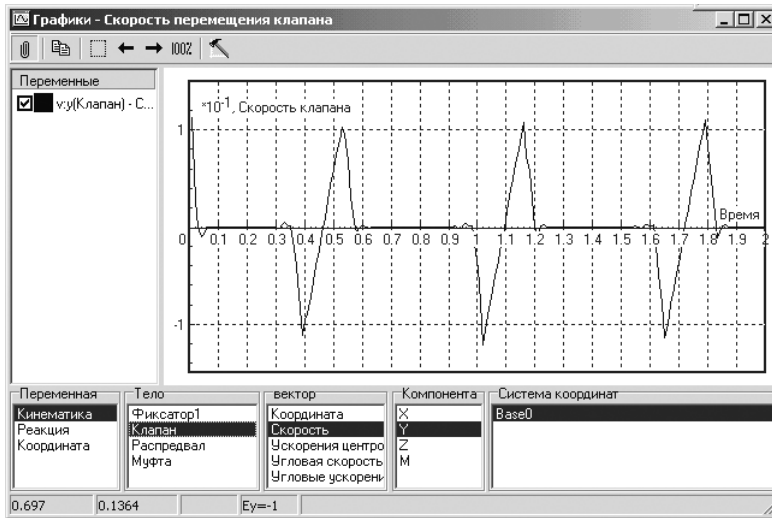

Рис. 1.140. Отдельное графическое окно **Графики – Скорость перемещения клапана** с результатами моделирования
- щелкните в окне **Список окон** по пункту **Графики – Скорость перемещения клапана**. Появится искомое графическое окно с результатами моделирования, см. рис. 1.140.